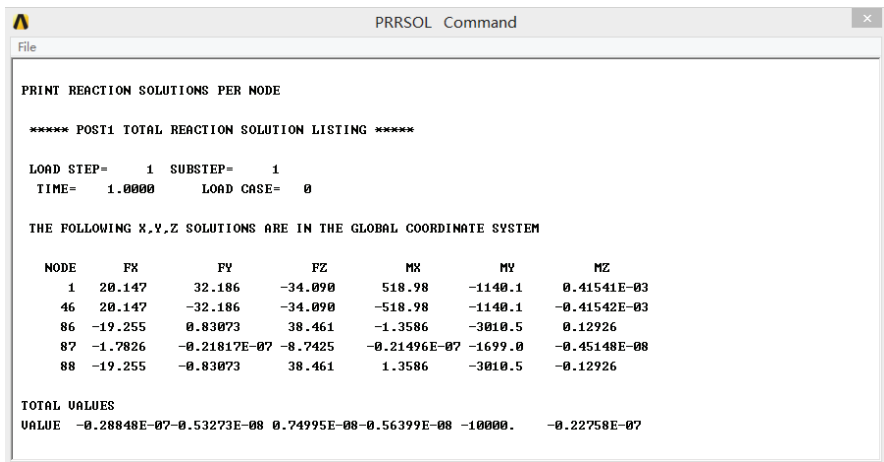

图 6-33 支反力求解结果显示
13) 选择 Main Menu | General Postproc | List Results | Reaction Solu 命令, 出现 List Reaction Solution 对话框, 在 Lab Item to be listed 列表框中选择 All items, 单击 OK 按钮, ANSYS 将显示支反力结果, 如图 6-33 所示。